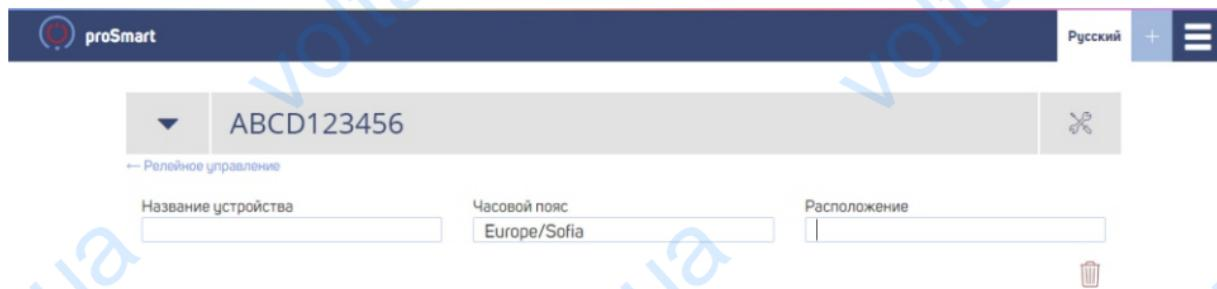

Рис. 11
6.3 Система позволяет определить расположение на разных уровнях, и является полезной для клиентов, имеющих много устройств на разных местах. **(Рис. 11)**